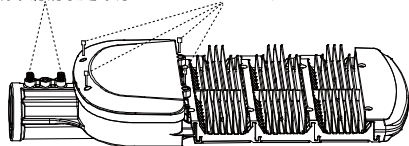

图1
2. 拧松4颗M5×35mm内六角圆柱头不锈钢螺丝，打开电器腔盖（注意防止螺丝脱落）（图1）；